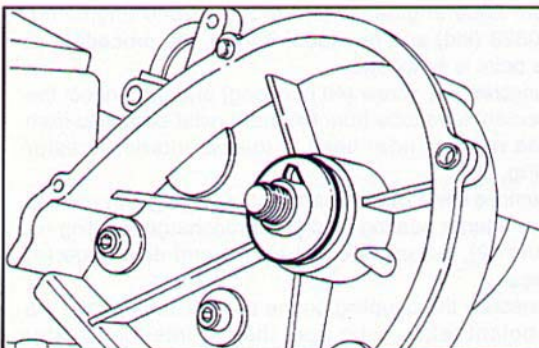

Fig. 64 ▲
- sfilare la linguetta americana e il rasamento situato dietro la puleggia (**Fig. 64**).
- take out the Woodruff key and shim from behind the pulley (**Fig. 64**).